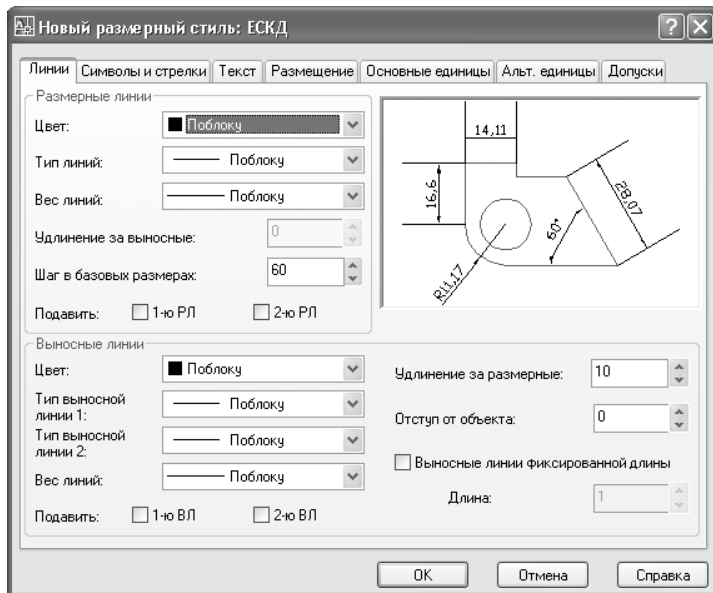

Рис. 11.3 ▼ Параметры линий для нового стиля ЕСКД
9. Установите параметры линий в соответствии с рис. 11.3: параметру **Шар в базовых размерах** (Baseline spacing) (определяет расстояние по умолчанию, которое используется между параллельными размерными линиями, построенными от общей базы) присвойте значение **60**; параметру **Удлинения за размерные** (Extend beyond dim lines) (определяет расстояние, на которое выносная линия должна выходить за концы стрелок) – значение **10**, а параметру **Отступ от объекта** (Offset from origin) (определяет расстояние между точкой привязки выносной линии и ее началом) – значение **0**.
время создания размеров нельзя – оно определяется значением параметра **Шаг в базовых размерах** (Baseline spacing) на вкладке **Линии** (Lines) окна **Новый размерный стиль** (New Dimension Style) (см. рис. 11.3). Однако поскольку полученные размеры выглядят некорректно (их выносные линии пересекают размерную линию размера 3000 мм), нужно изменить их расположение, созданное AutoCAD с использованием параметров стиля, принятых по умолчанию. Щелкните на размерах 1184 и 1112 мм для их выделения.